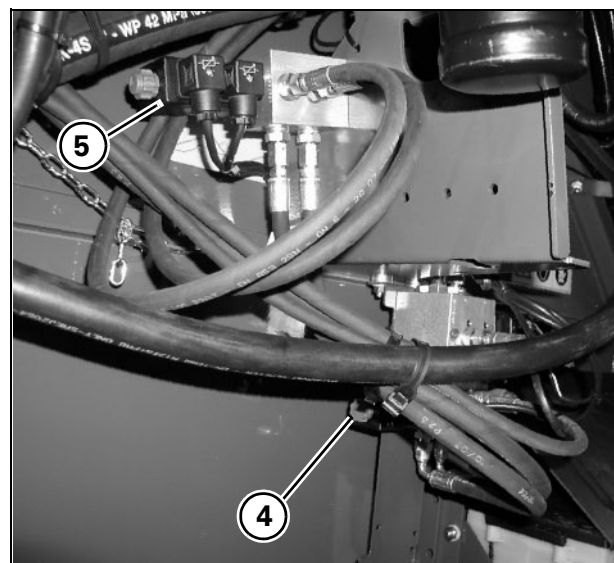

Рис. 62
**Блок клапанов соломорезки (при наличии) - Рис. 62**